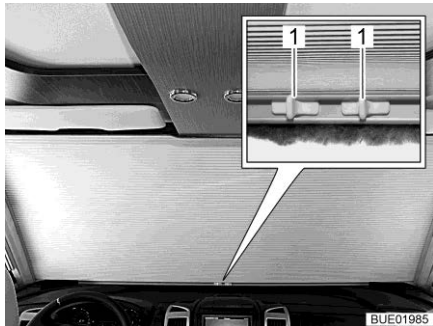

Bild 19 Manuell mörkläggningsgardinen för vindrutan
- Tryck ihop handtagen (Bild 19,1).